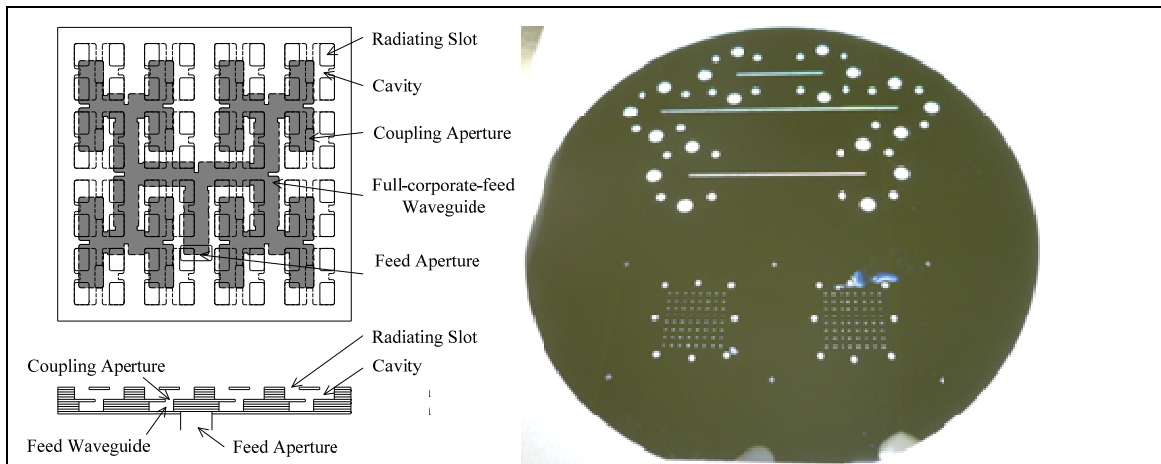
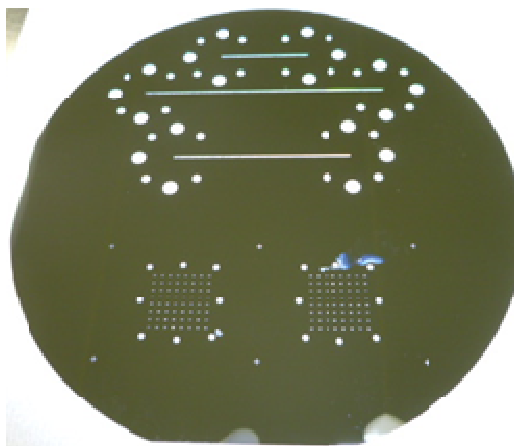
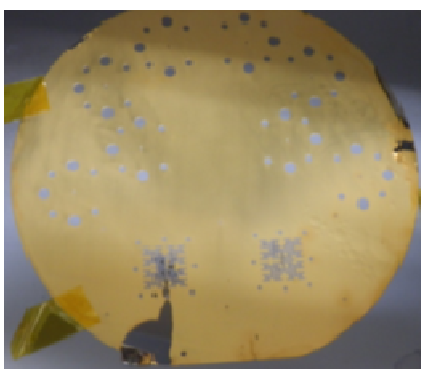

図1 アンテナ構造
図2 エッチングされたシリコンウエハ
図3 金メッキされたシリコンウエハ
<p>結果と考察</p> <p>図 1 に示す 300GHz 帯積層薄板 2 層構造中空導波管スロットアレーアンテナをシリコン加工技術を用いて製作し、比帯域 10%程度かつ、材料損失と大きさから決まる限界値から 1dB 低下以内の効率で実現することを目指した。シリコンウェハの①パターンエッチング、②メッキ、③接合、④ダイシングを行うことを計画したが、製作法の立ち上げのため多くの失敗が発生し、現時点までには①パターンエッチング、②メッキしか行っていない。</p> <p>①のパターンエッチングに関して、以下の手順で 5 枚のシリコンウェハ(厚さ 0.2mm, 直径 4 インチ)にエッチングを行った。(1)電子線蒸着装置で Cr を蒸着した。(2)厚膜フォトレジスト用スピンコーティング装置で HMDS を塗布した。(3)マニュアルスピンコーターでレジストを塗布した。(4)ホットプレートでプレバイクした。(5)レーザー直接描画装置で露光した。(6)ホットプレートで PEB 工程を行った。(7)レジスト現像装置で現像した。(8-1)Si トレイにエレクトロンワックスを塗布した。(8-2)Si トレイにパターンニングしたウェハを張り合わせた。(8-3)深堀ドライエッチング装置でエッチングした。(8-4)Si トレイからウェハを取り外し、エレクトロンワックスと Cr 膜を除去した。図 2 にエッチング後のシリコンウェハ(レイヤ 3)の写真を示す。上部の直線導波路および下部のアンテナの結合スロット部がおおむね正しく形成できている。しかし、最も長い約 80mm の直線導波路に関しては、溝が長く最初の試作では破損したため、現時点では作成していない。また、右下のアンテナのパターンの一部にシリコンが変性しているところが見られるが、結合スロットにはかかっていないので問題にはならないと思われる。なお、エッチング断面の傾斜角度は 0.9-1.7 度の範囲である。</p> <p>一方、②のメッキに関して、アンテナならびに導波路のパターンをエッチングした 5 枚のシリコンウェハ(厚さ 0.2mm, 直径 4 インチ)に、前処理のあと下地として無電解ニッケルメッキを施した。その後、電気めっきで金メッキを厚さ 0.6μm 形成した。その際の浴温は 65 度、5mA/cm² の電流を 10 分間流した。図 3 に、1 枚の金メッキ後のシリコンウェハの写真を示す。おおむね金メッキは形成されたが、写真の左下部のようにアンテナ導波路の幅が 0.6mm 程度と細くなっているところの強度が非常に弱く、メッキ形成中に破損が生じた。次回以降は破損が生じないようなメッキ形成条件を割り出す必要がある。また、既存のホルダーへの装着ができなかったため、直接クリップでウェハとの導通を試みた。外周部に大きな破損あるいははがれが生じたウェハがあった。今後は専用の治具を試作してメッキを行う予定である。</p> <p>まだ、アンテナとしては完成していないので電気特性の測定には至っていない。</p>